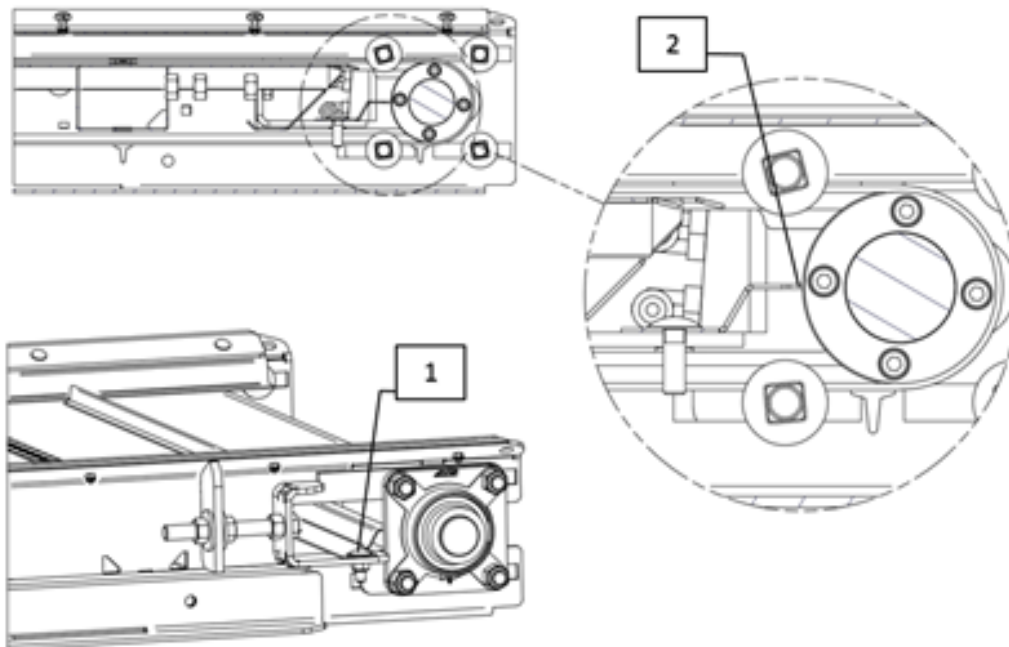

Figure 70 — Réglage du racleur du convoyeur
Assurez-vous que le jeu entre le racleur et le rouleau (Figure 70, repère 2) est de 3 mm (1/8 po). Si ce n'est pas le cas, procédez au réglage du racleur.
1. Desserrez les boulons situés de chaque côté du convoyeur (Figure 70, repère 1).
3. Resserrez les boulons (Figure 70, repère 1).